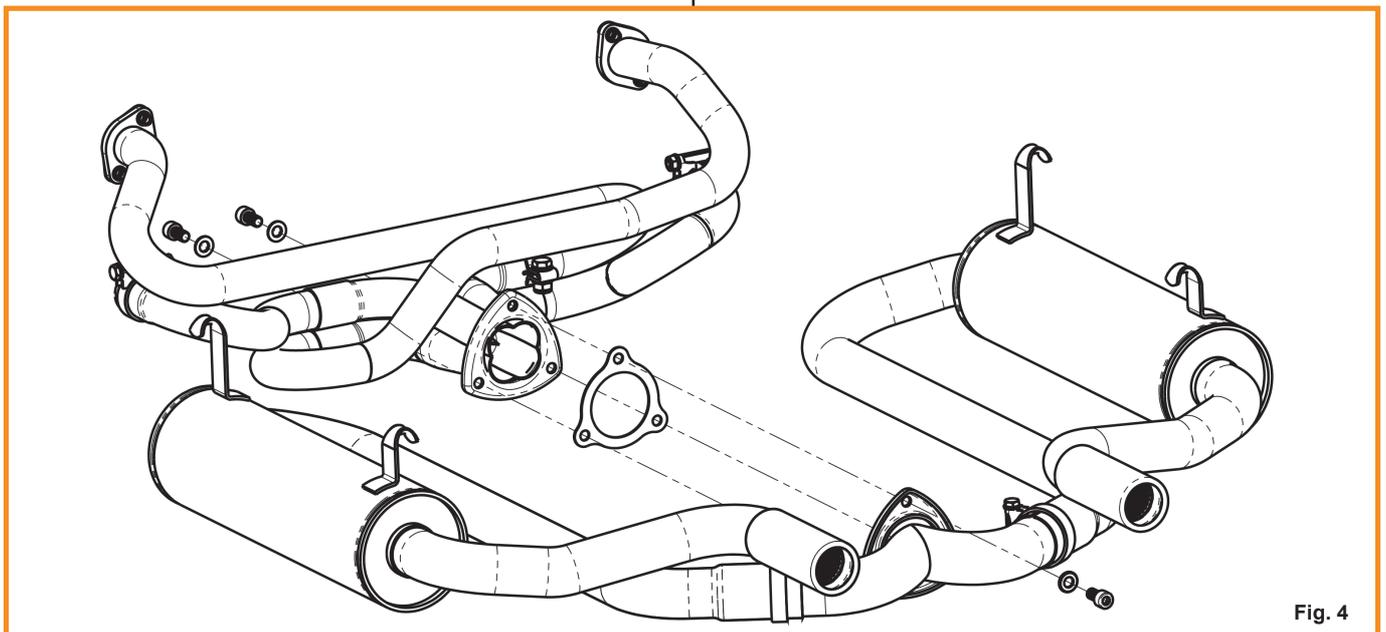

Fig. 4
- Before inserting the muffler tubes into the Y-piece you have to slip the 54 mm band clamps over the sleeves. Now insert the mufflers into the Y-piece. The side with the welded M10 nut has to point upwards. (See Fig. 4 as a reference)
- Bevor Sie die Schalldämpfer auf das Verteilerrohr schieben, stecken Sie die Schellen auf die Muffen. Nun schieben Sie die Schalldämpfer auf das Verteilerrohr. Der Flansch des Verteilerrohres weist mit der Spitze nach oben. Siehe Fig. 4.